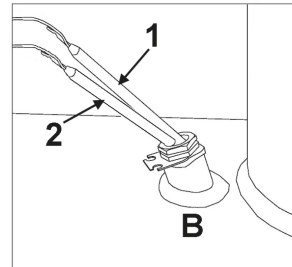

fig. 16 - Alojamiento B
Poner en el alojamiento "B" (fig. 16) el bulbo del termostato 1a etapa (1) y el del termostato 2a etapa (2).